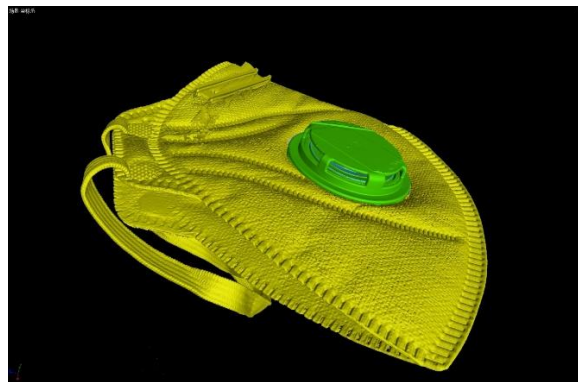

图 4 呼吸阀口罩 CT 3D 渲染图
可以使用 3D 处理软件 VGSTUDIO MAX (Volume Graphics GmbH) 显示 CT 图像的立体渲染图 (VR)，并且通过观察更接近实际物体的形状的 3D 图像 (图 4)。